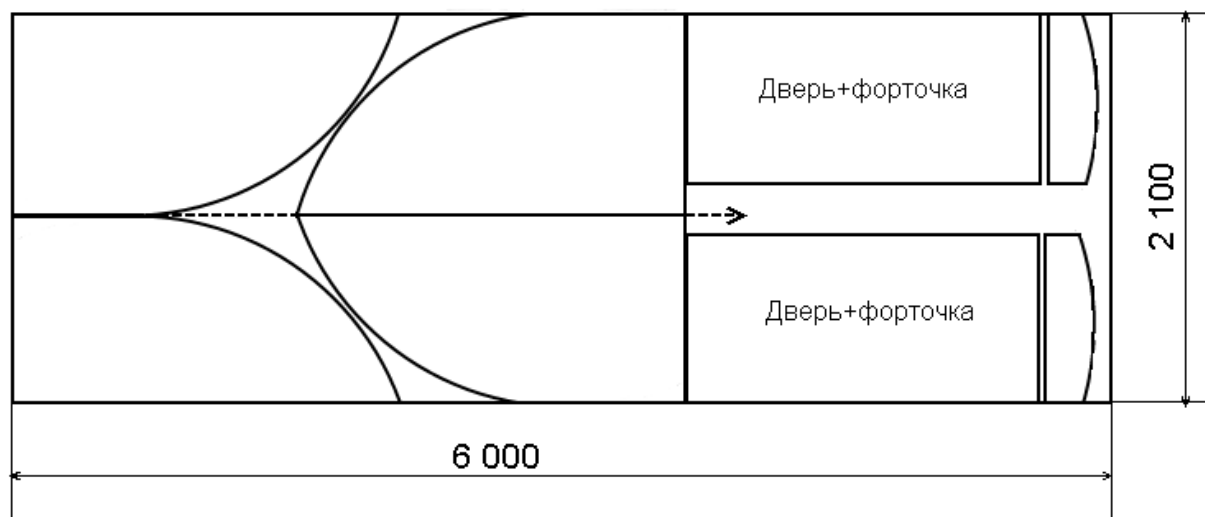
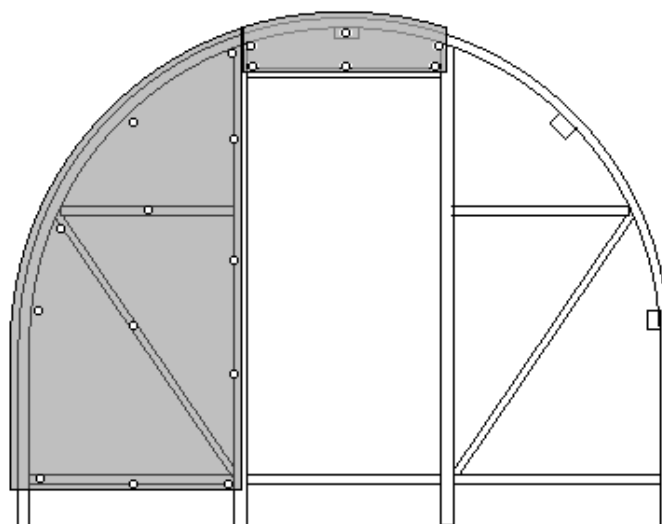

Рис.9 Раскрой торца поликарбоната
Рис.10 Крепление покрытия к боковой части торца
3.7.1. Возьмите лист поликарбоната размером 6х2,1м и прочертите вдоль листа маркером линию посередине на длину примерно 3,60 м. (см. Рис. 9).
3.7.4. Приложите вырезанную деталь покрытия к каркасу торца с одной стороны и с другой (см. Рис. 10), проверьте правильность выреза покрытия, при необходимости внесите изменения. Возьмите вырезанную деталь покрытия и используя как шаблон (с учетом изменений) начертите оставшиеся три заготовки покрытия торцов на листе поликарбоната (см. Рис. 9).
3.7.7. Закрепите боковую деталь покрытия на каркасе торца винтами (М4х14, М4х25) с шайбами просверлив отверстия в поликарбонате в местах крепления (см. Рис. 10). Аналогично пунктам 3.7.6., 3.7.7. закрепите покрытие с другой стороны.
3.8.2. Отмерьте размеры дверного покрытия на оставшейся части листа (пункта 3.7.5.) и вырежьте острым ножом (см. Рис. 9).
3.11.1. Замерьте расстояние между боковыми покрытиями торца (пункта 3.7.7.) и расстояние от верха покрытия форточки (пункт 3.9.2.) до верха арки торца (см. Рис.10, 12).
3.11.2. Вырежьте из оставшегося листа поликарбоната (пункта 3.8.2.) прямоугольник размерами пункта 3.11.1. (см. Рис. 9). *Внимание! Расположение сот покрытия должно быть вертикально по высоте торца.*
3.11.4. Приложите прямоугольник (пункта 3.11.3.) к торцу окончанием к форточке и закрепите винтами м4х14 с шайбами в местах крепления покрытия (см. Рис. 10).